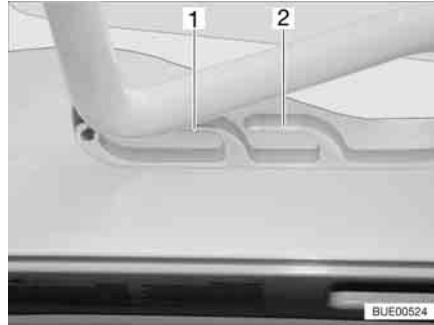
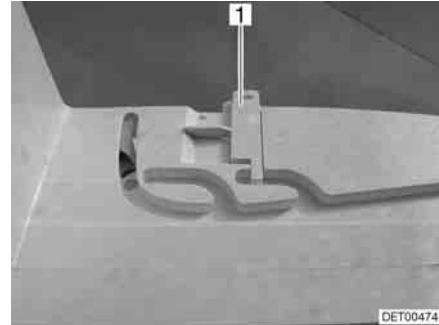

Fig. 39 Oblò Heki in posizione di ricircolo d'aria
Fig. 40 Bloccaggio della posizione di ricircolo d'aria
È possibile portare l'oblò Heki in due posizioni di ricircolo d'aria: Posizione brutto tempo (Fig. 39,1) e posizione centrale (Fig. 39,2). A seconda del modello è possibile bloccare l'oblò nella posizione centrale con il chiavistello (Fig. 40,1).
- Premere la staffa leggermente verso l'alto, spingerla nella guida selezionata (Fig. 39,1 o 2) ed eventualmente bloccarla.